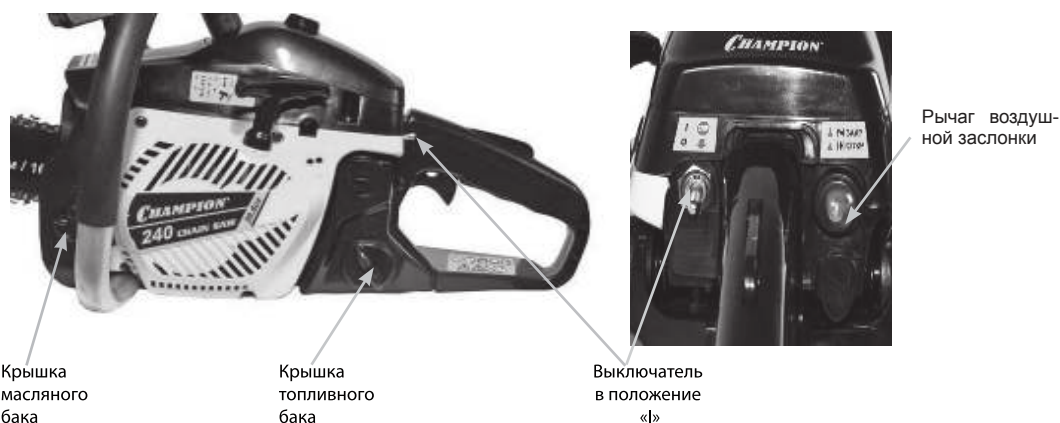

Рис.9
1. Заполните топливный бак свежеприготовленной топливной смесью. (Рис. 9).
2. Заполните масляный бак чистым маслом для смазки цепи (Рис.9)
### ЗАПУСК ХОЛОДНОГО ДВИГАТЕЛЯ (РИС.9)